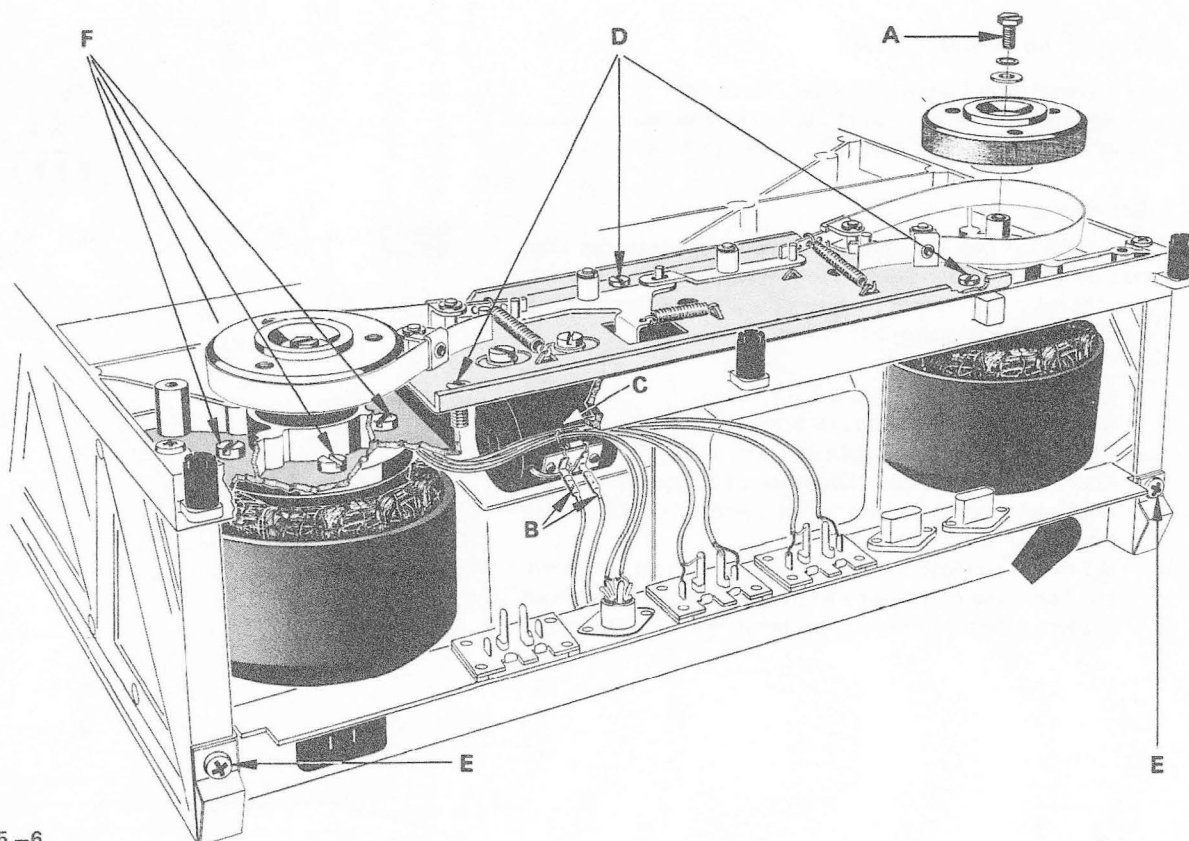

Bild 3.5.—6
- Bremstrommeln, zentrale Schrauben A ( Bild 3.5.—6 ) lösen, Bremsen lüften und Trommeln vorsichtig nach oben abheben.
- Anschlüsse B ( Bild 3.5.—6 ) des Bremsmagneten ablöten ( lösen ). Kabelbund ( abgeschirmte Kabel ) Befestigung C ( Bild 3.5.—6 ) auftrennen.
- 3 Schrauben D ( Bild 3.5.—6 ) des Bremsaggregates lösen und das Chassis vorsichtig abheben.
- Schrauben E ( Bild 3.5.—6 ) des Anschlusssträgers lösen.
- je 4 Schrauben F ( Bild 3.5.—6 ) der Wickelmotoren lösen und die Motoren vorsichtig nach unten ausfahren.
- Bremsmagnet, Kabelanschlüsse lösen ( ablöten ) ( s. Bild 3.5.–6, B )